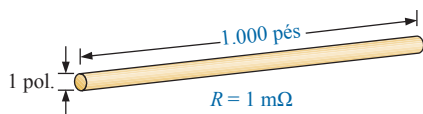

Figura 3.47 Problema 52.
- Obter o valor de Ω para o fio da Figura 3.47 em CM- Ω /pés.
- Obter o valor de Ω para o mesmo fio da Figura 3.47 em Ω -cm, depois de fazer as conversões necessárias.